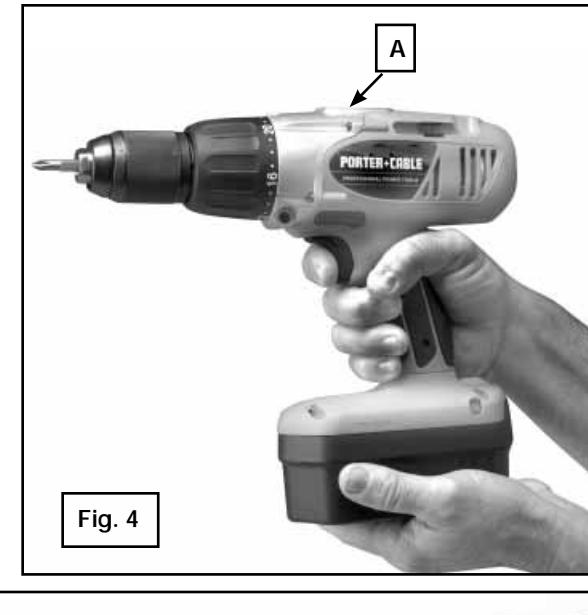

Fig. 4
Pour changer de registre de vitesse: relâchez l'interrupteur de la gâchette pour arrêter le moteur en ensuite faites passer le sélecteur de vitesse (A) Fig. 4 vers l'arrière pour choisir une vitesse ÉLEVÉE ou vers l'avant pour choisir une vitesse BASSE.
6. Saisir fermement l'outil avec les deux mains (voir la fig. 4) afin de maîtriser la torsion.